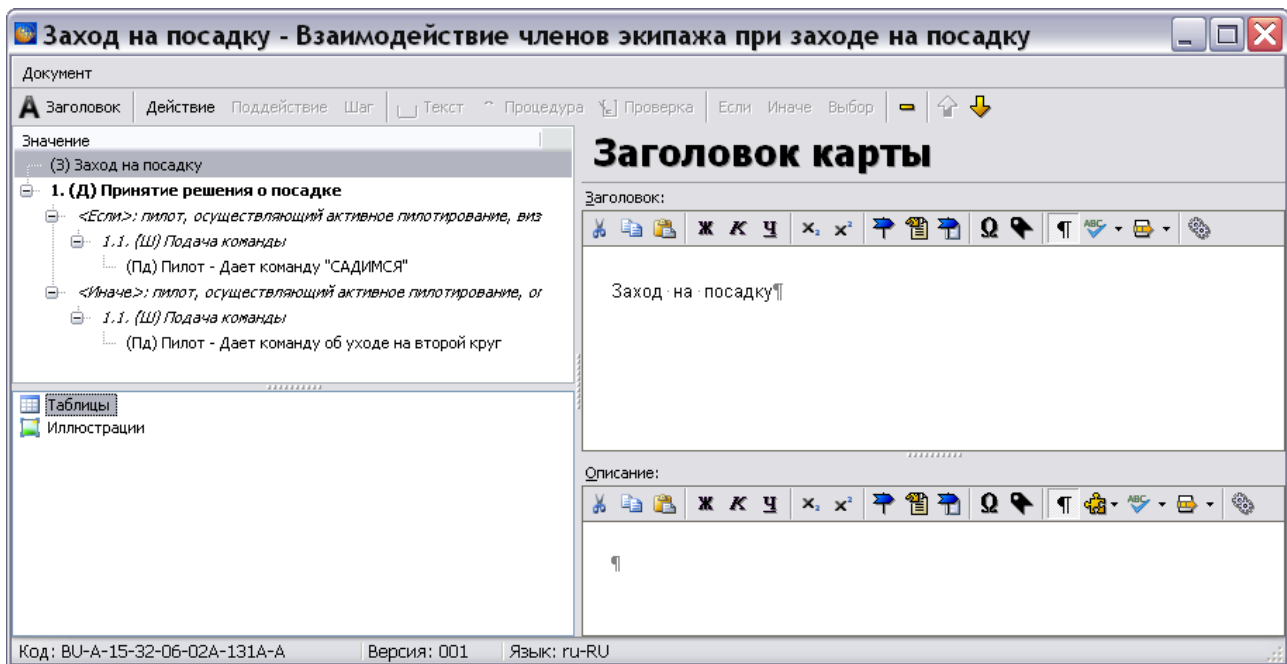

Рис. 22.78
3. Выделите версию модуля данных и нажмите на кнопку  **Редактировать**. При этом откроется окно редактора (Рис. 22.78).
- Заголовка и описания карты (Рис. 22.78).